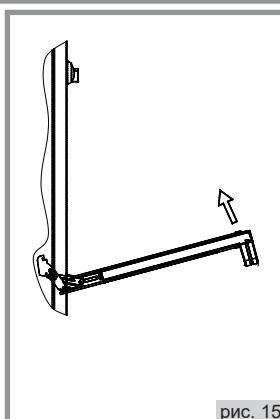

Рис. 15
2. Прикрыть дверцу до упора, не прикладывая усилия, пока упоры не зафиксируют шарниры (рис. 15);